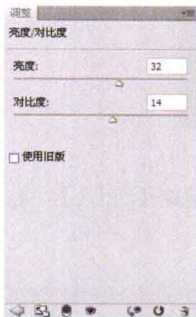
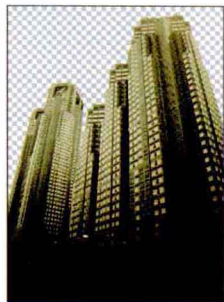

图 1-25
图 1-26
②4 单击“图层”面板底部的“创建新的填充或调整图层”按钮,在弹出的菜单中分别选择“亮度/对比度”、“色阶”命令,弹出相应的对话框,分别设置其参数,如图 1-25 所示,效果如图 1-26 所示。